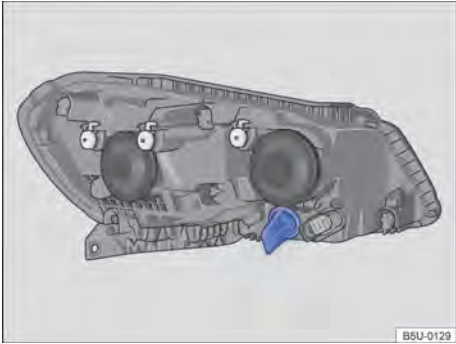
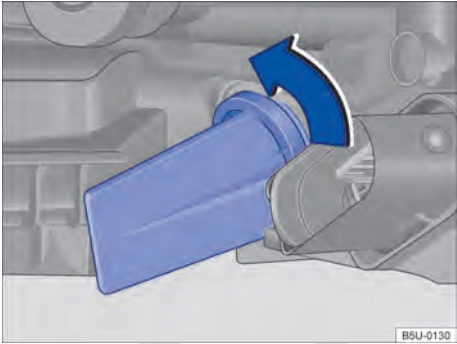

Fig. 188 No compartimento do motor: localização da lâmpada incandescente do indicador de direção dianteiro.
Fig. 189 Soquete da lâmpada incandescente do indicador de direção dianteiro.
3.	Girar o soquete da lâmpada ⇒ Fig. 188, no sentido da seta ⇒ Fig. 189, e desencaixá-lo do alojamento.
8.	Pressionar o soquete até o batente e girar no sentido contrário ao da seta ⇒ Fig. 189.